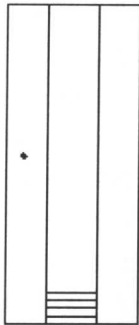

图 2-6 绘制圆环
Step 8 运行菜单命令【绘图】|【圆环】，绘制一个外环半径为 30 的圆环，结果如图 2-6 所示。提示信息如下：